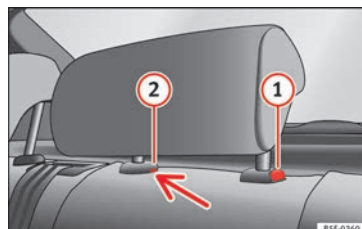

Abb. 142 Hintere Kopfstütze in der Mitte: Entriegelungsstelle.
- Drücken Sie die Taste ❶ » Abb. 142, und gleichzeitig mit einem Schlitzschraubendreher (Breite max. 5 mm) in die Öffnung der Verriegelung ❷ » Abb. 142 und ziehen Sie die Kopfstütze heraus.